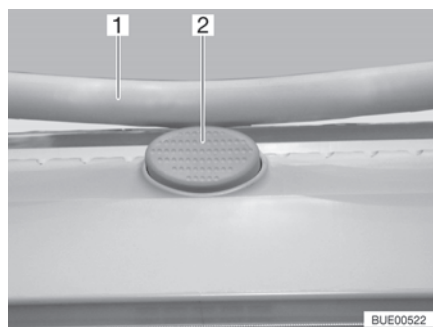

Fig. 53 Bottone di sicurezza (oblò Heki)
- Premere il bottone di sicurezza (Fig. 53,2) e tirare verso il basso la staffa (Fig. 53,1) con entrambe le mani.
- Premere la staffa verso l'alto con ambedue le mani, finché la staffa non poggia al di sopra del bottone di sicurezza (Fig. 53,2).